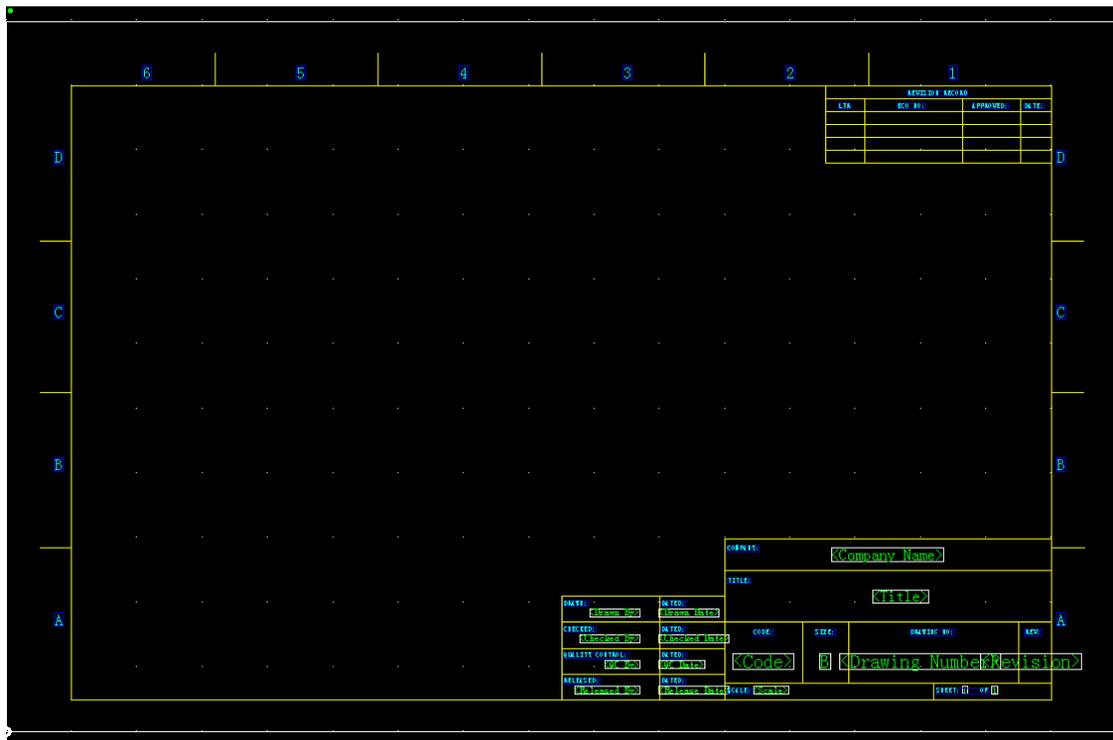

图 2-34 新建的原理图文件
(1) 建立新的设计文件。可以直接执行“文件”“新建”命令建立一个新的设计文件,也可以直接单击工具栏中的图标,然后系统就会创建一个新的原理图设计文件。图 2-34 所示即为新建的原理图文件。